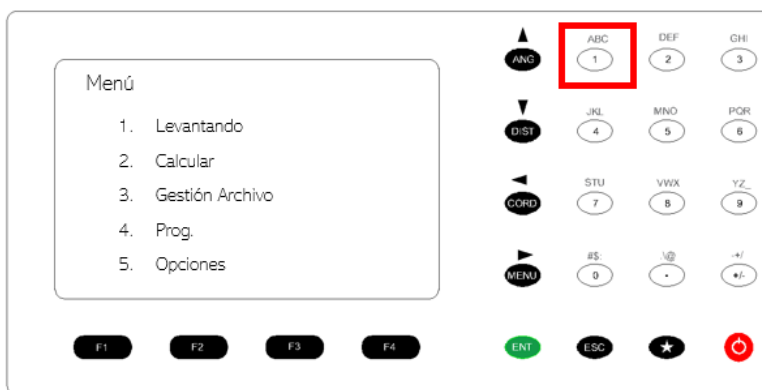

Figura 37. Comandos de la estación total.
17. Presionar botón 1. Levantando. Figura 37.